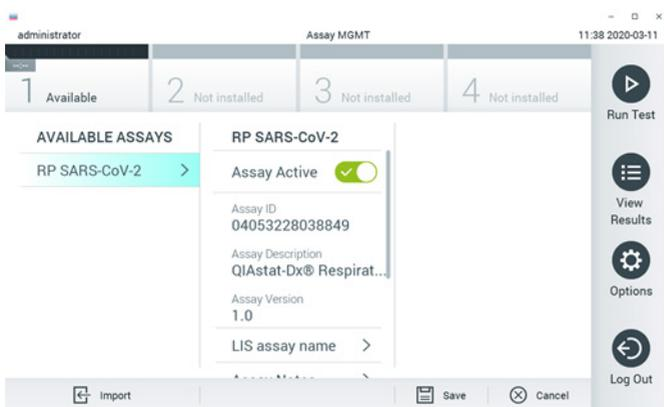

Figura 37. Attivazione dell'esame.
7. L'esame diventa attivo selezionando Assay Active (Esame attivo) (Figura 37).